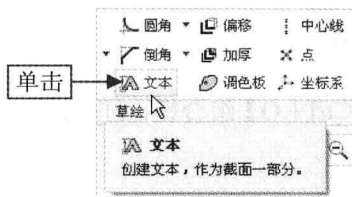

图 2-96 单击“文本”按钮
Step 02 在“功能区”选项板的“草绘”选项卡中，单击“草绘”面板中的“文本”按钮 ，如图 2-96 所示。